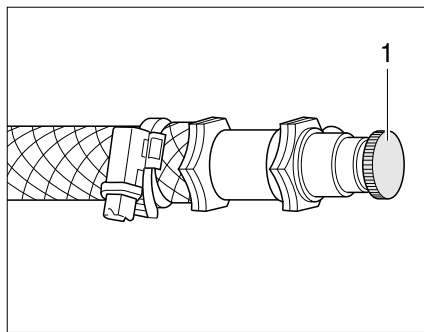

Fig. 159 Soupape de purge pour le chauffage à eau chaude
- Ouvrir la soupape de purge (Fig. 159,1) et la laisser ouverte, jusqu'à ce l'air soit complètement évacué du circuit.